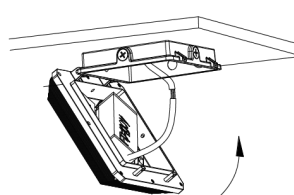

Figure 2-7
7. Turn the hinged door up then cover the fixture housing. Figure 2-7
7. Tournez la porte à charnière vers le haut, puis couvrir le boîtier du luminaire. Figure 2-7